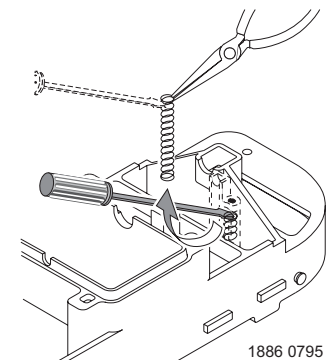

Figure 25
- À l'aide d'un petit tournevis (comme celui d'un bijoutier), d'un crayon ou la pointe d'un stylo, appuyer sur le ressort hélicoïdal, puis le sortir de l'axe de fixation de la brosse de relevage (Figure 25). Au besoin, remplacer la brosse et le ressort.